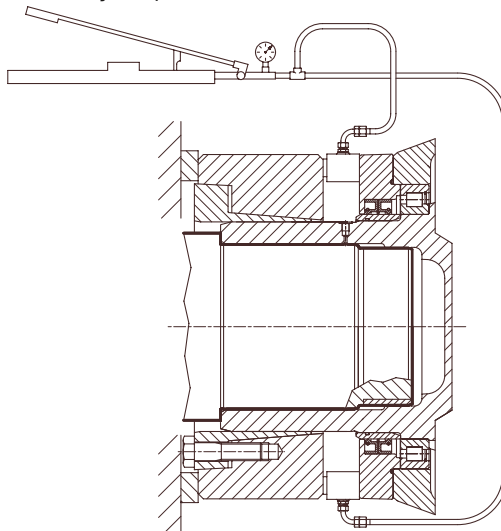

Fig. 5
- Se com esse método o redutor não se liberar, desde que o acoplamento do eixo não assegure a manutenção da pressão, será possível agir, se o espaço o permitir, no modo representado na fig. 5,